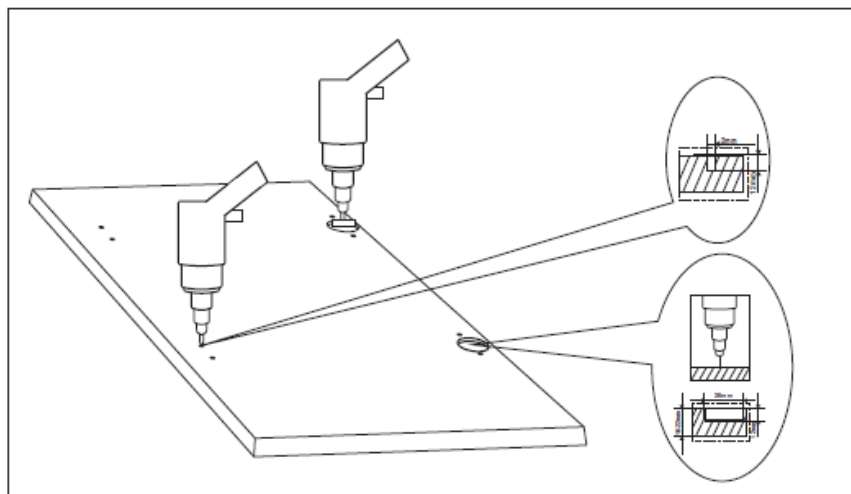

Abb.3
1. Bohren Sie entsprechend der Papierschablone ein Loch in die Tür (Abb.3).